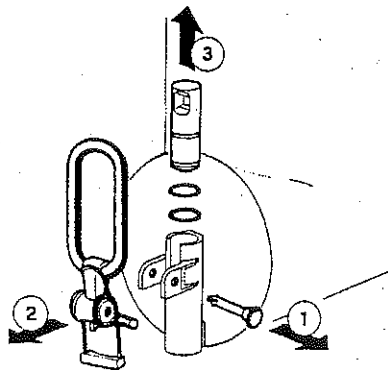

Fig. 12
6. Skil aftapningshanen ad (se fig. 12).
3. Hanen samles (i modsat rækkefølge af det i fig. 12 viste).